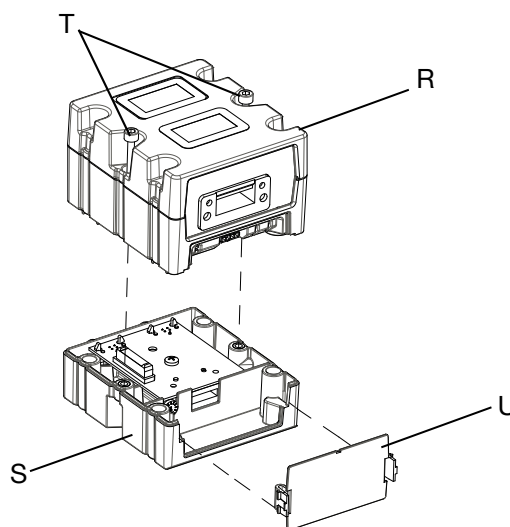

Fig. 24: Smontaggio del CGM
5. Rimuovere il coperchio di accesso dalla CGM (U). Allentare le due viti (T) e rimuovere il CGM (R) dalla base (S) come mostrato in Fig. 24.